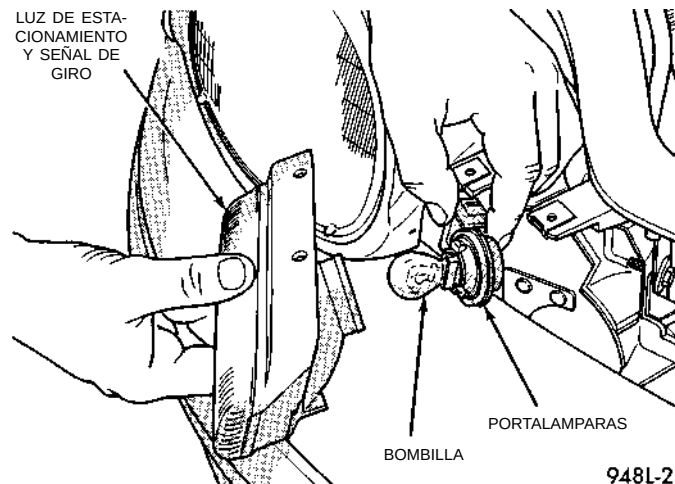

Fig. 3 Bombilla de luz de estacionamiento y señal de giro
- (1) Desenganche el pestillo del capó y abra el capó.
- (2) Retire los tornillos que sostienen la luz de estacionamiento y de señal de giro en el módulo de faros.
- (3) Separe la luz del módulo.
- (4) Retire el portalámparas de la parte posterior de la luz.
- (5) Extraiga la bombilla del portalámparas (Fig. 3).